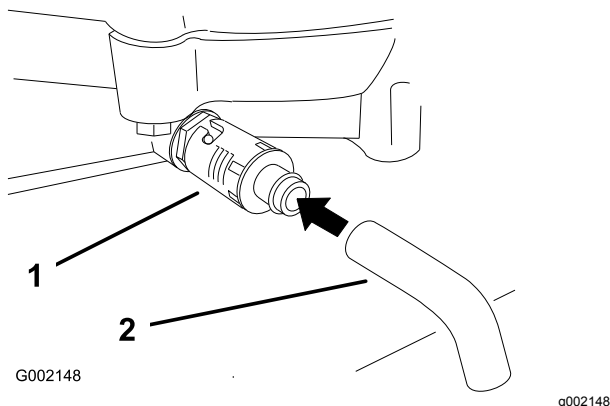

Bild 21
4. Stellen Sie eine Auffangwanne unter den Ablass. Drehen Sie das Ölablassventil und lassen Sie das Öl ablaufen (**Bild 21**).